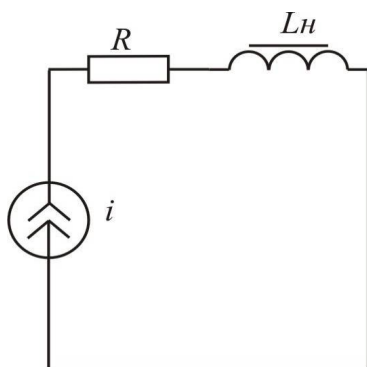

Рис. 6.1
6. Схема рис. 6.1 состоит из источника синусоидального тока $i = I_m \sin \omega t$, линейного сопротивления $R = 20$ Ом и нелинейной индуктивности с вебер-амперной характеристикой, изображенной на рисунке 6.2, где $\psi_m = 10^2$ Вб, (где ψ - потокосцепление, i - ток).